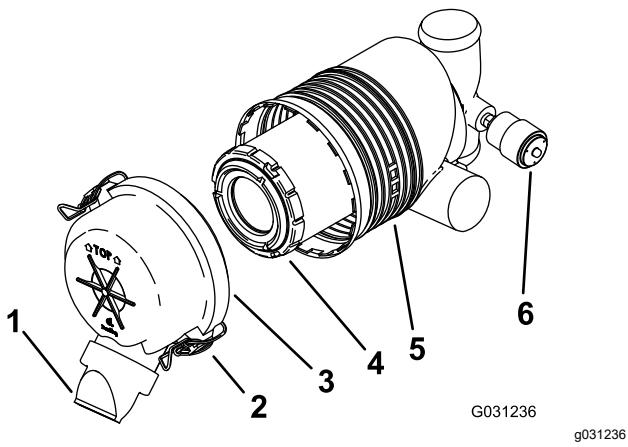

Figure 41
**Important:** Remplacez le filtre à air uniquement quand l'indicateur de colmatage est rouge (Figure 41). Changer le filtre à air prématurément ne fait qu'accroître le risque de contamination du moteur par des impuretés quand le filtre est déposé.
5. Ouvrez les verrous du filtre à air et détachez le couvercle du boîtier du filtre (Figure 41).
- Si l'indicateur de colmatage est transparent, reposez le couvercle du filtre à air, en orientant le capuchon protecteur vers le bas, et fermez les verrous (Figure 41).
1. Sortez l'élément filtrant du boîtier du filtre avec précaution (Figure 41).
3. Installez l'élément filtrant avec précaution (Figure 41).
4. Reposez le couvercle du filtre à air, le capuchon protecteur dirigé vers le bas, et fermez les verrous (Figure 41).